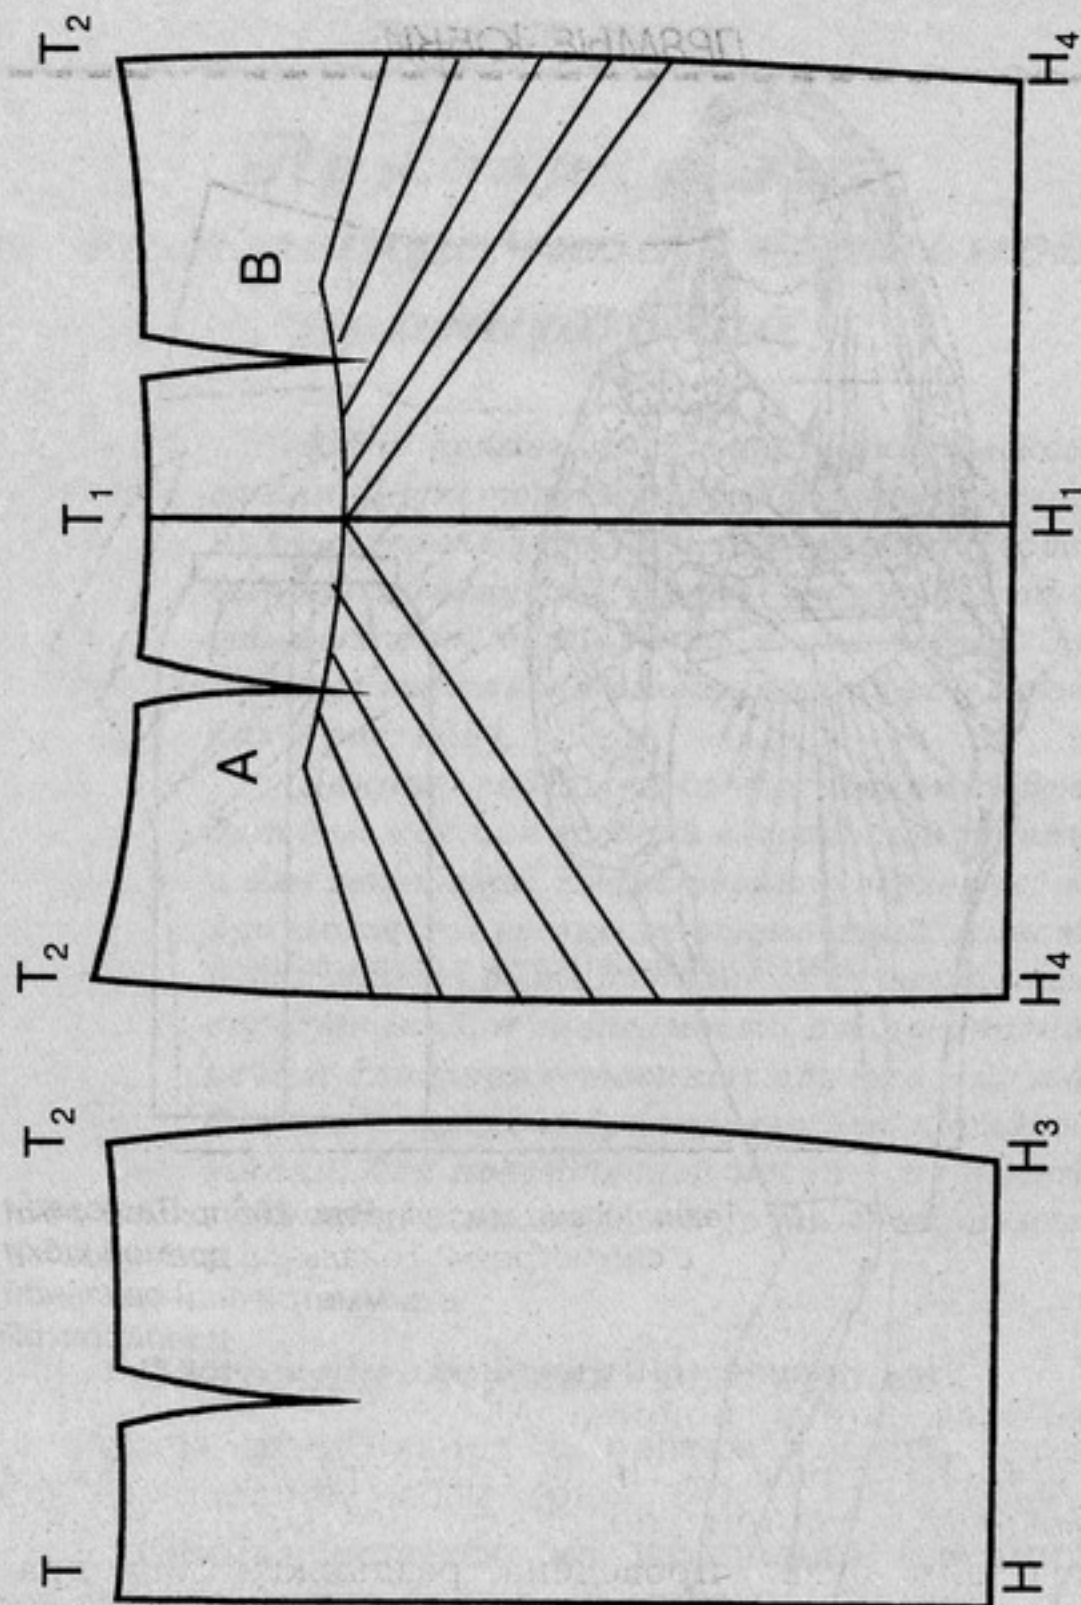

Рис. 106. Чертеж выкройки прямой юбки с симметричной овальной драпировкой
2. Перед строится в развернутом виде (рис. 106).